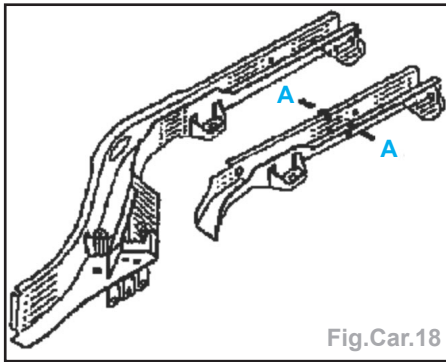

Fig.Car.18
- partielle (suivant la coupe A-A) (Fig. Car.18),